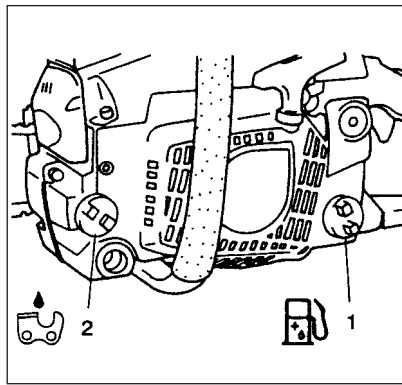

Fig. 2-1B
#### ⚠️ WARNUNG! (Fig.2-1B)
### Kettenöl (Fig. 2-1B)
Zum Einfüllen von Kraftstoff (1) oder Kettenöl (2) ist die Kettensäge so zu legen, daß die Seite mit den Tankdeckeln oben ist. (Fig.2-1B)